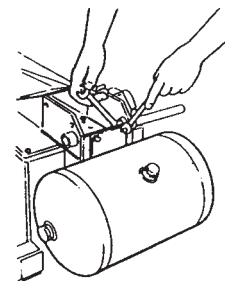

fig.39
- Installare la **bombola dell'aria** dietro al palo applicando le 2 viti in dotazione di M8. (Fig.39)
- Install the **air cylinder** behind the column using the two M8 bolts supplied (fig. 39).